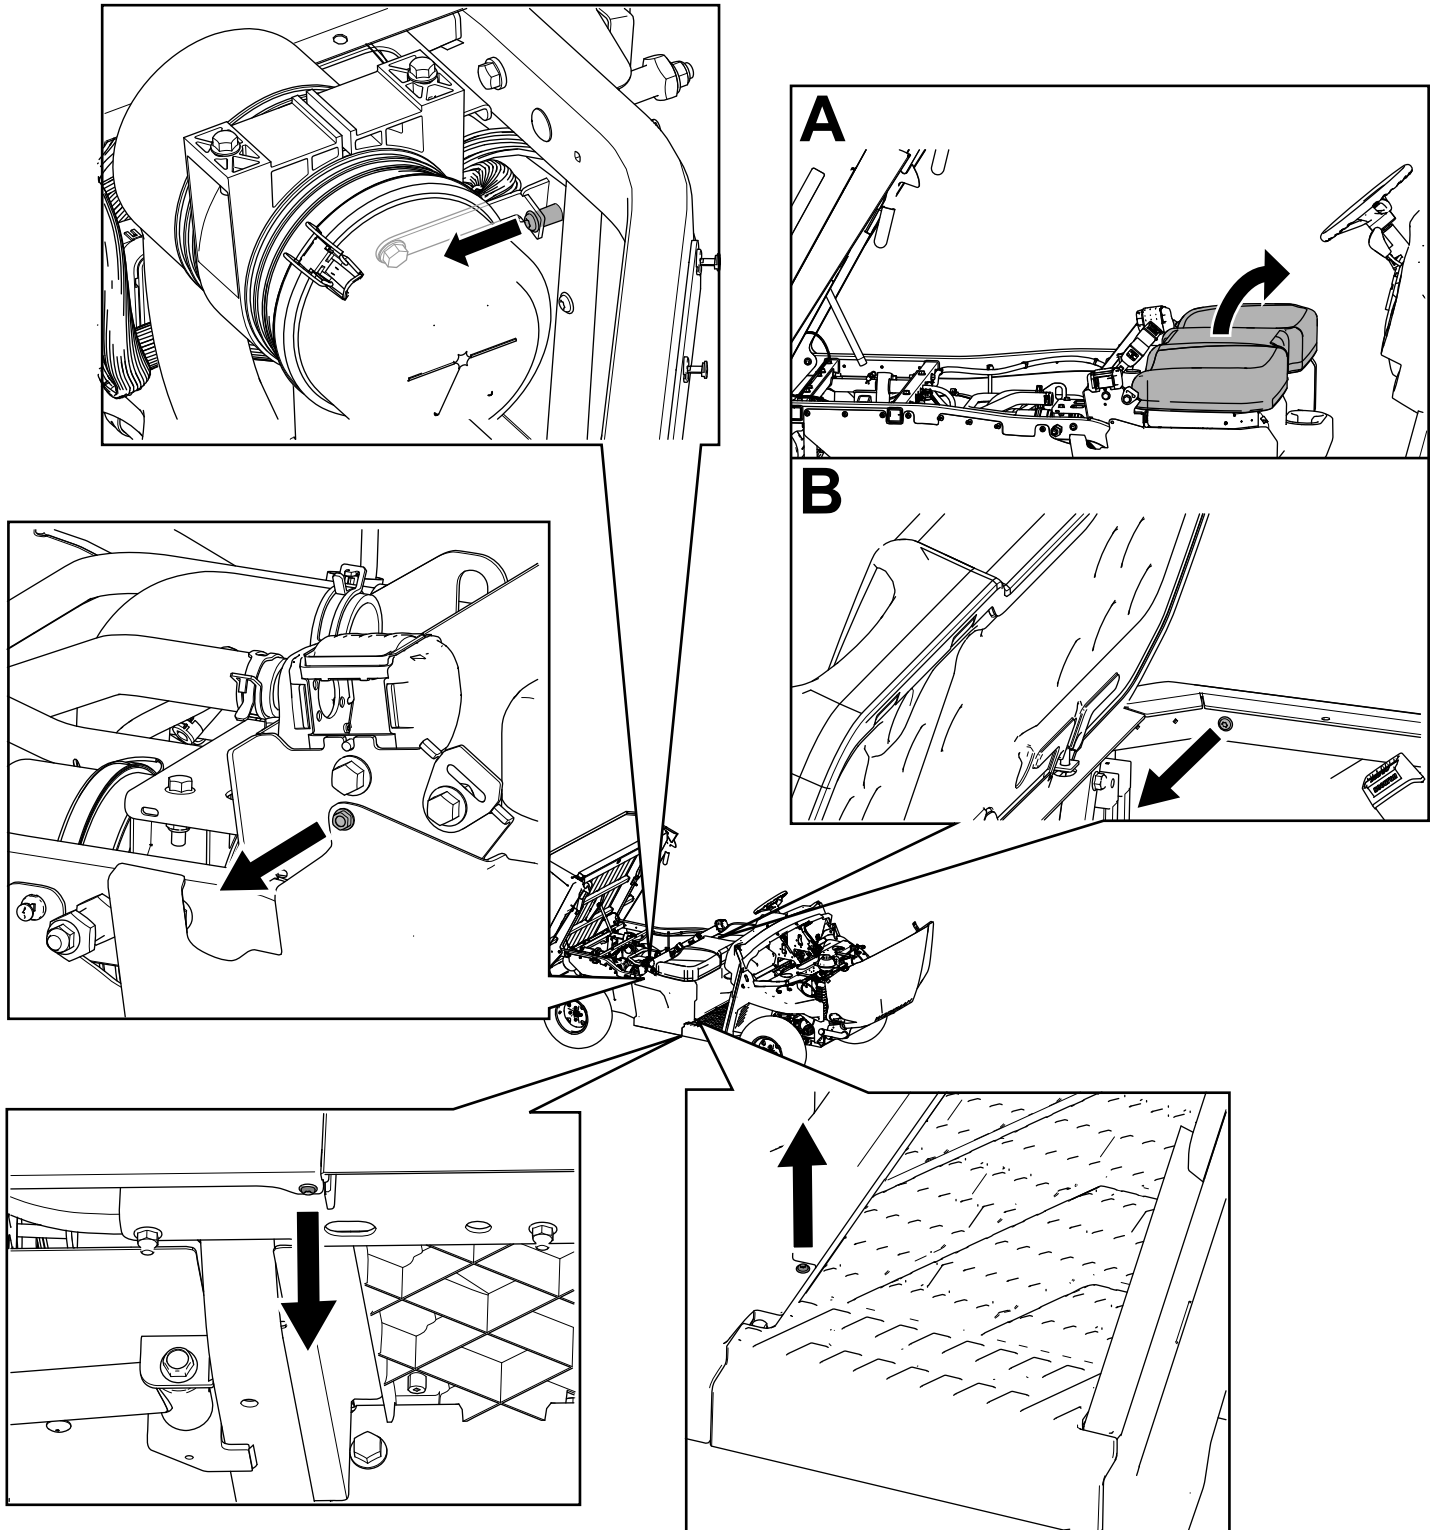

Figura 9
3. Retire los pernos de cabeza hexagonal con arandela prensada ($\frac{1}{4}$ " x $\frac{3}{4}$ ") y las fijaciones Torx T30 de los paneles derecho e izquierdo de la base del asiento (Figura 9).